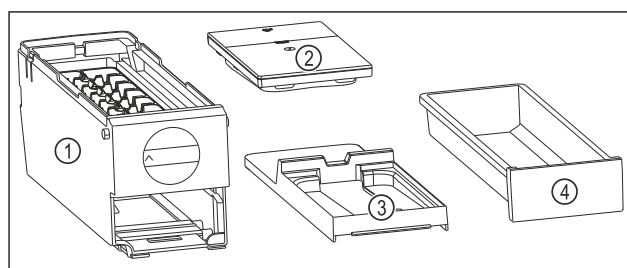

Fig. 76 Composants de l'EasyTwist-Ice
- ▷ L'EasyTwist-Ice est démonté en quatre parties. (voir Fig. 76)
- ▶ Ne démontez l'EasyTwist-Ice que de la manière illustrée. (voir Fig. 76)
- ▶ Nettoyez le corps de l'EasyTwist-Ice Fig. 76 (1) dans son ensemble.